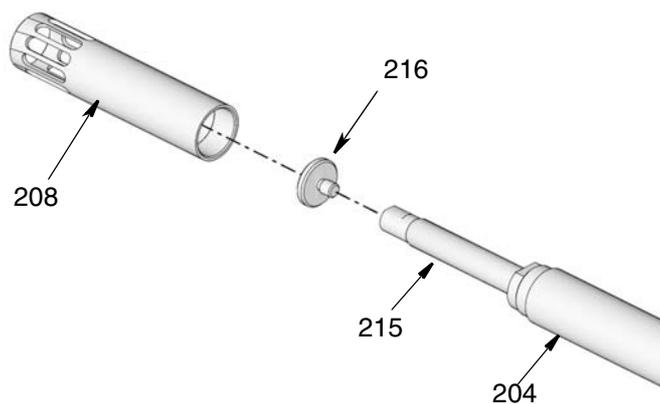

Рис. 42
Насос НР: Вкрутите плунжер лопаток (216) в конец штока заливки насоса (215). Используйте торцовый гаечный ключ на плунжере (216) и гаечный ключ на лысках штока заливки насоса (215) для надежной затяжки плунжера лопаток (Рис. 42). Затяните с усилием 145 - 155 дюймов на фунт (16 - 17 Н•м)
- a. Вкрутите плунжер лопаток (216) в конец штока заливки насоса (215). Затяните усилием руки.
- b. Затяните гайку с помощью торцового гаечного ключа на гайке (219) и второго гаечного ключа на лысках штока заливки насоса (215) путем проворачивания в противоположном направлении.
17. Вкрутите цилиндр лопаток (208) в цилиндр насоса (204) (Рис. 42). Используйте гаечный ключ для надежной затяжки.